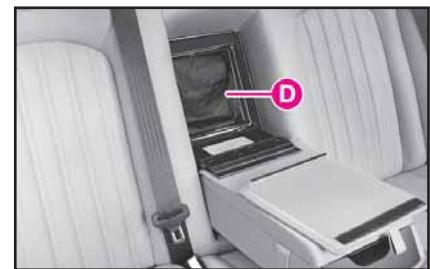

fig. 207
4) saque la protección **D** (fig. 207) y extiéndala sobre el apoyabrazos;